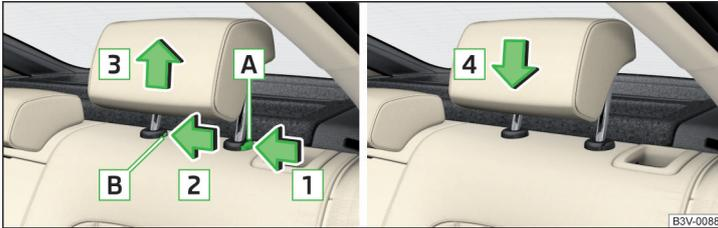

Abb. 99 Kopfstütze hinten herausnehmen/einsetzen
- ▶ Die Sicherungstaste **A** in Pfeilrichtung **1** halten, gleichzeitig mit einem Schlitzschraubendreher (mit einer Breite von max. 5 mm) die Sicherungstaste in der Öffnung **B** in Pfeilrichtung **2** drücken und die Stütze in Pfeilrichtung **3** herausnehmen » Abb. 99.